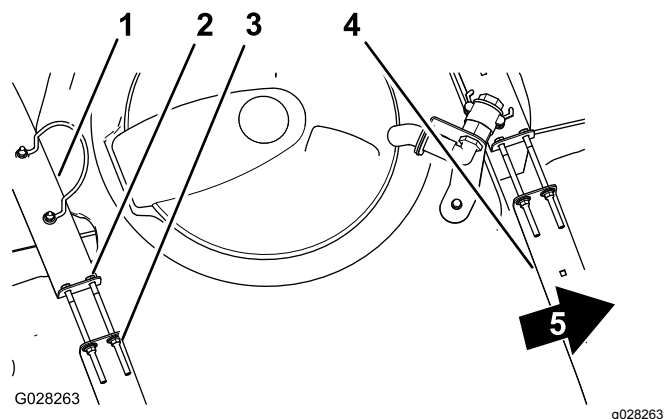

Рисунок 17
2. Убедитесь в отсутствии люфта между хомутами и баком (**Рисунок 17**).
3. Если хомуты вокруг бака ослаблены, затяните фланцевые контргайки и болты в верхней части хомутов заподлицо с поверхностью бака (**Рисунок 17**).